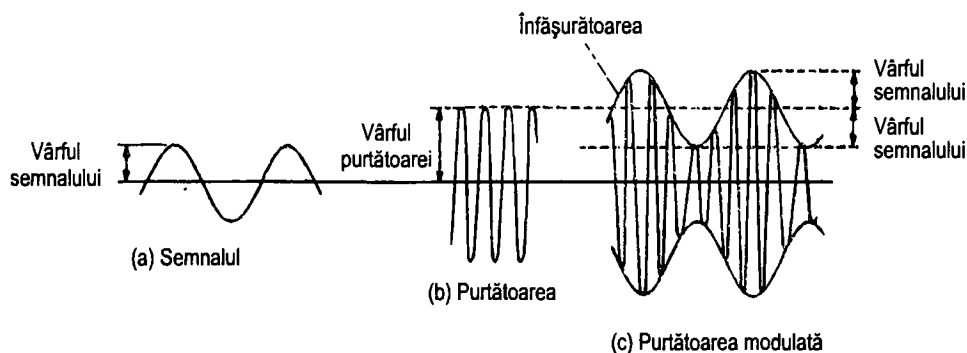

Figura 14.1 Modulația de amplitudine (gradul de modulație de 50%)
Modulația de amplitudine (MA) este cel mai folosit tip de modulație. În sistemele MA amplitudinea purtătoarei este variată conform semnalului sau informației (figura 14.1). În absența semnalului, purtătoarea are un nivel constant, ca în figura 14.1(b). Când este modulată de o undă sinusoidală, amplitudinea purtătoarei se modifică peste și sub nivelul nemodulat, după cum semnalul urcă sau coboară. Cu cât semnalul este mai mare, cu atât modificările amplitudinii purtătoarei sunt mai mari. Purtătoarea modulată în amplitudine (figura 14.1(c)) are o înfășurătoare care este o copie a semnalului modulator. La demodulare, se extrage tocmai această înfășurătoare pentru a reface semnalul.
Gradul de modulație = $\frac{\text{Vârful semnalului}}{\text{Vârful purtătoarei}} \times 100\%$ (vedeți figura 14.1).
Purtătoarea modulată din figura 14.1 are o adâncime de modulație de 50%.